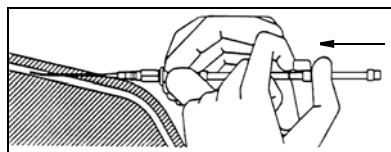

Fig. 2
4. Stabilize position of introducer needle and carefully advance spring-wire guide as far as required into vessel using actuating lever (refer to Fig. 2). **Precaution: Do not advance guide wire unless there is free blood flashback.**
4. Stabilisez la position de l'aiguille d'introduction et faites progresser avec précaution le fil de guidage métallisé spiralé dans le vaisseau, aussi loin que possible, en utilisant le levier de manœuvre (cf. Fig. 2). **Précaution : Ne faites pas progresser le fil de guidage s'il n'y a pas de retour libre de sang.**
4. Position der Einführungskanüle stabilisieren und Federführungsdraht vorsichtig so weit wie nötig unter Verwendung des Schalthebels in das Gefäß vorschieben (siehe Abb. 2). **Vorsichtsmaßnahme: Führungsdraht nicht vorschieben, wenn kein Blut zurückfließt.**